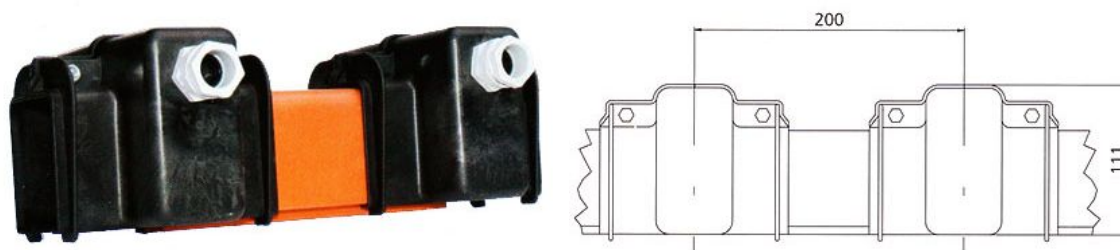

Рисунок 30 – Общий вид сборочного элемента «изолирующая секция».
3.30. Характеристика сборочного элемента «изолирующая секция» (см. рис.30):